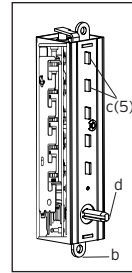

Figure 7-5.
- 8) Tenez la chambre dans une main par les étiquettes de vis (b) sur chaque extrémité avec le revêtement des clef-tiges (c) vous et l'axe de commande (d) au fond (**voir Figure 7-5**).
- 9) Utilisant des pinces ou équivalent, tournez l'axe de commande (d) dans le sens contraire des aiguilles d'une montre et libérez pour dégager la chambre (**voir Figure 7-5**).